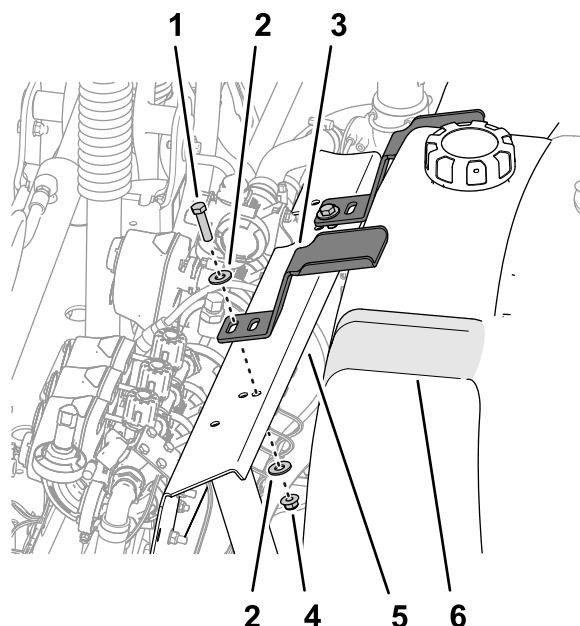

Figure 14
- Placez le dispositif de maintien en face du creux au sommet du réservoir de rinçage (Figure 14).
- Alignez la fente du dispositif de maintien et le trou du support de vannes (Figure 14).
- Répétez les opérations 2 à 4 pour l'autre dispositif de maintien sur l'autre creux du réservoir de rinçage (Figure 14).